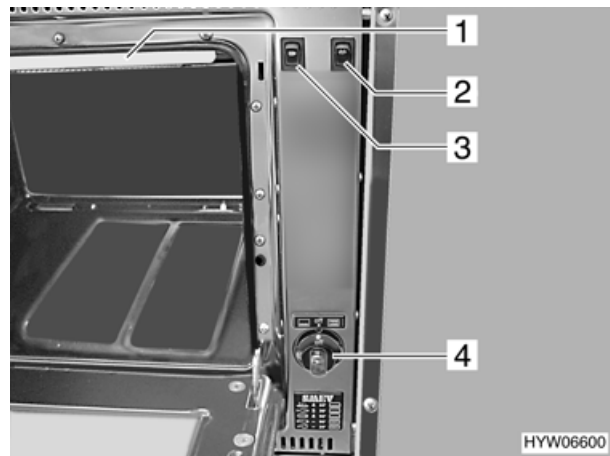

Bild 86 Gasbackofen
- Drehregler (Bild 86,4) auf Backen  oder Grillen  stellen.
- Drehregler (Bild 86,4) auf Stellung "off" drehen.
- ▶ Bei Grillbetrieb Hitzeschutz (Bild 86,1) entfernen und Backofenklappe halb geöffnet lassen.
- ▶ Der Bratspieß-Motor kann mit dem Wippschalter (Bild 86,3) beim Grillen oder Backen in Gang gesetzt werden.